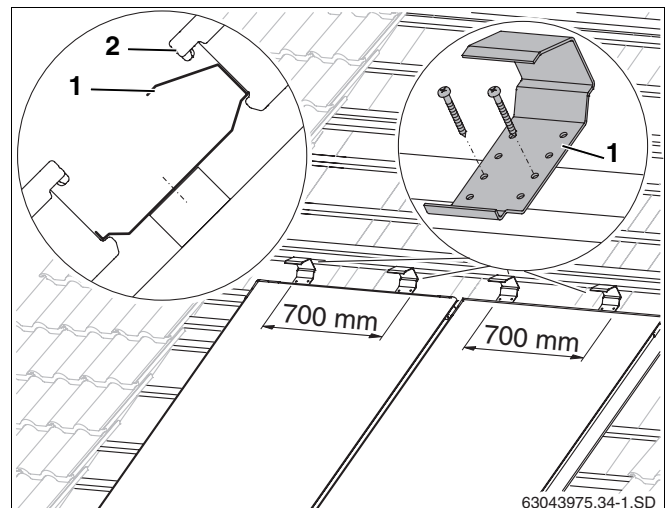

Fig. 31 Seguros contra deslizamiento para la segunda fila de colectores
- ▶ Coloque dos seguros contra deslizamiento (fig. 31, **pos. 1**) por cada colector, centrados (separados 700 mm entre sí) en la parte superior del colector inferior, sobre el cuarto listón adicional de la fila inferior y fíjelos con dos tornillos de 4 × 40 cada uno.
- ▶ Deje deslizar el colector de la fila superior (fig. 31, **pos. 2**) hasta los seguros contra deslizamiento y nivélelo con la fila inferior.